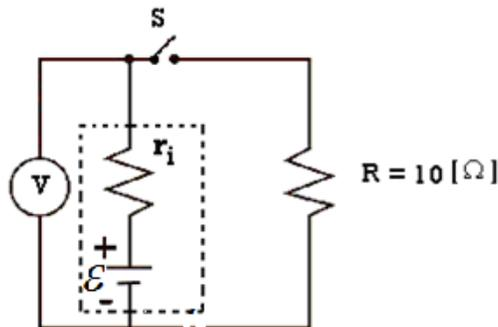

Figura 6.3 Circuito para obtener la resistencia interna
d) Arme el circuito de la figura 6.3.
- g) Cambie la pila nueva por la pila usada en el circuito de la figura 6.3 y repita los pasos indicados en los incisos e) y f).